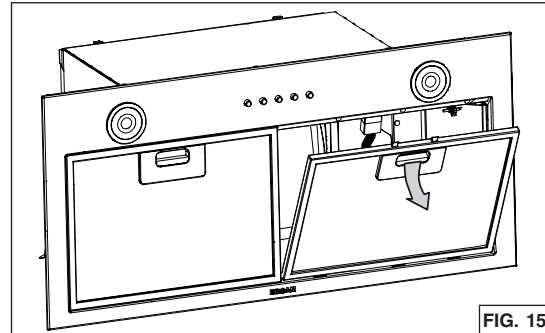

FIG. 15
2. Use la pestaña para retirar de la campana el/los filtro(s) de grasa empujando hacia abajo e inclinando el/los filtro(s) hacia fuera (FIG. 15). Poner el/los filtro(s) a un lado.